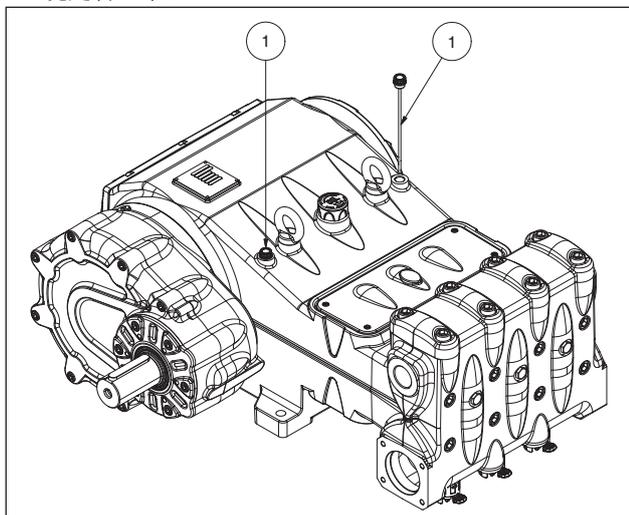

图8
5. 通过专用液面杆(位置①, 图8)检查泵浦护门内的油面状况是否正常。